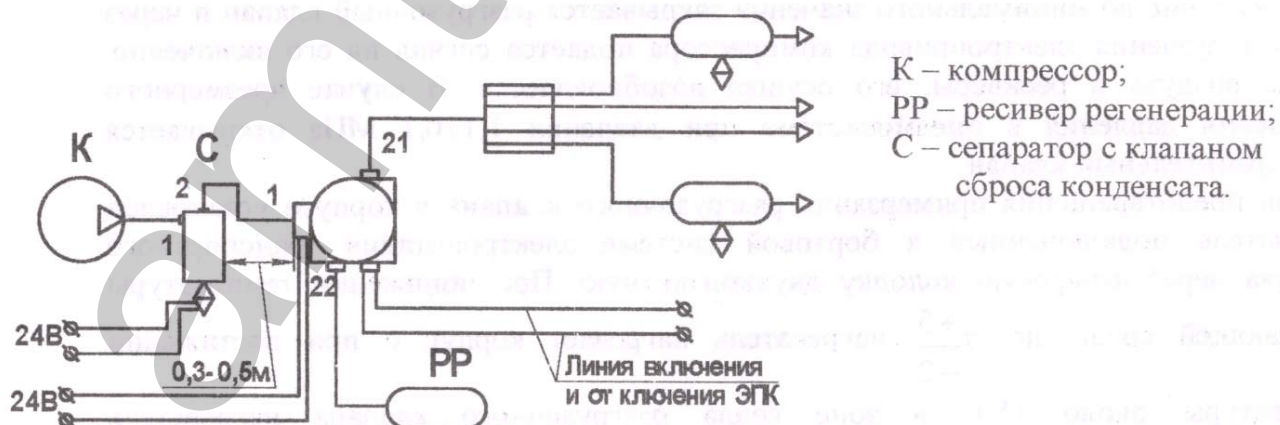

Рисунок 3 – Схема подключения
6.7 Для исключения замасливания адсорбента и обеспечения нормальной работы осушителя, связанной с качеством работы компрессора (выброс паров масла в большом количестве) между компрессором и осушителем (см. рисунок 3) устанавливается мокрый ресивер объемом 3...5 литров с клапаном автоматического слива конденсата (сокращённо. КАСК) либо КАСК с сепаратором.